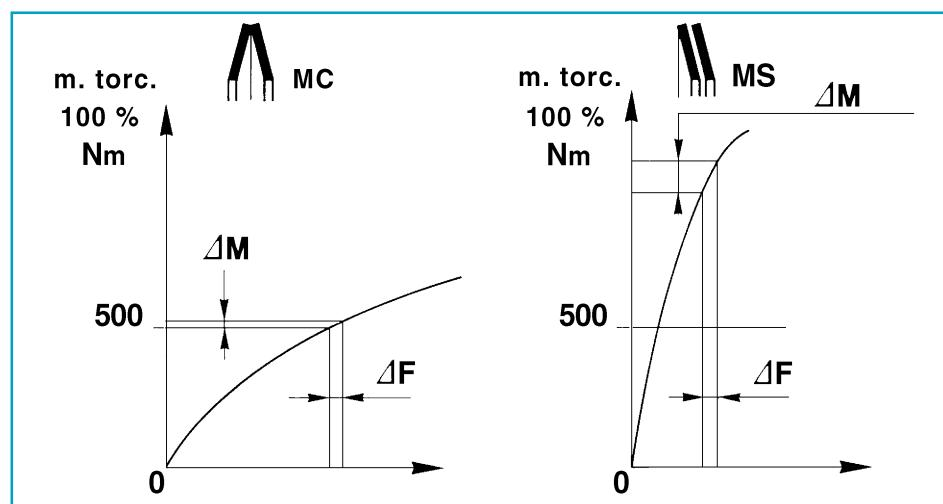

Fig.2
- Nei limitatori "LS...", sono previste, di serie, due diverse posizioni degli elementi elastici (Fig. 2).
- "LS" limiters have two possible positions for the spring elements (Fig. 2).
- Dans la fabrication standard des limiteurs "LS..." on a prévu deux positions différentes des éléments élastiques (Fig. 2).
- Hinsichtlich der Drehmomentbegrenzer der Serie "LS..." sind serienmäßig zwei verschiedene Positionen für die elastische Teile vorgesehen (Abb. 2).
Le "curve" illustrate in Fig. 2, evidenziano che l'impiego dei limitatori nella parte superiore della coppia (ultimo quarto) risulta nel campo di massima linearità della molla, con la massima unità di variazione.
*The "curves" illustrated in Fig. 2 show that the use of limiters in the top part of the torque (last quarter) occurs in the spring's field of maximum linearity with the maximum range.*
Les "courbes" illustrées sur la Fig. 2 montrent que l'emploi des limiteurs dans la partie supérieure du couple (dernier quart) résulte dans la plage de linéarité maximum du ressort, avec l'unité maximum de variation.
Die in Abbildung 2 veranschaulichten Kurven zeigen, daß der Einsatz der Begrenzer im oberen Teil des Drehmoment (im letzten Viertel) im Bereich der maximalen Linearität der Feder mit der maximalen Veränderungseinheit erfolgt.